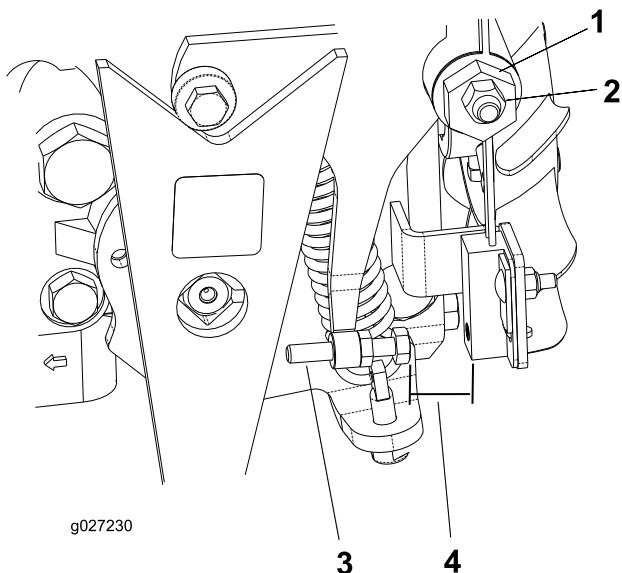

図 37
4. トラクション調整カムのロックナットをゆるめる (図 37)。
5. エンジンを始動し、カム 図 37 を左右に回してニュートラル位置の中心に合わせる。
3. ねじを回して、すき間を 0.8-2.3 mm に調整する 図 37。